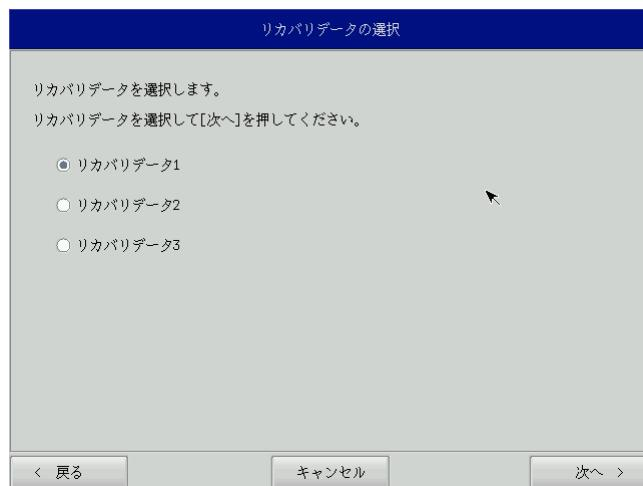

図 6-2-1. リカバリデータ選択画面
- ⑤ リカバリデータ選択画面（図 6-2-1）が表示されます。製品に合わせてリカバリデータを選択し、[次へ] ボタンを押します。表 6-2-1 に FP シリーズで選択できるリカバリデータを示します。